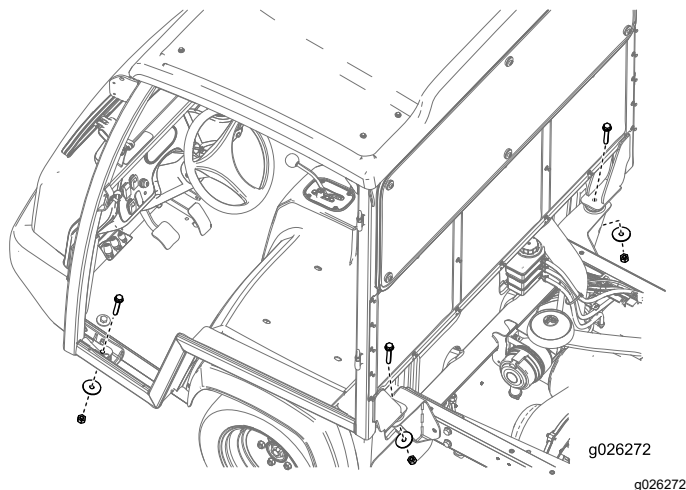

図 32
6. フレームを機体に固定するボルト $\frac{1}{2}$ "4 本、ワッシャ $\frac{1}{2}$ "4枚、ナット $\frac{1}{2}$ "4 個を使用し、図 32 のように取り付ける。